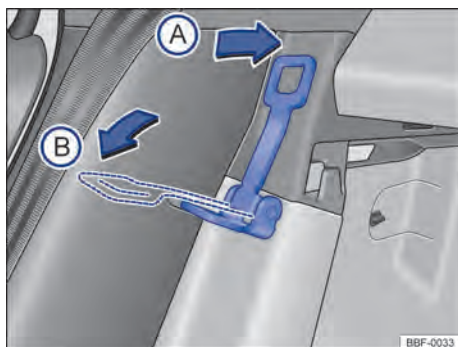

Fig. 64 Atrás del asiento trasero: palanca para regular la inclinación del respaldo
- **Ubicación ①**: colocar la palanca → **fig. 64** en el sentido de la flecha **①**, para retornar el respaldo del asiento a su ubicación original.
- **Ubicación ②**: colocar la palanca → **fig. 64** en el sentido de la flecha **②**, para ampliar el maletero.
Volkswagen recomienda no montar el asiento para niños en el asiento trasero en la ubicación **②** → **fig. 64**.